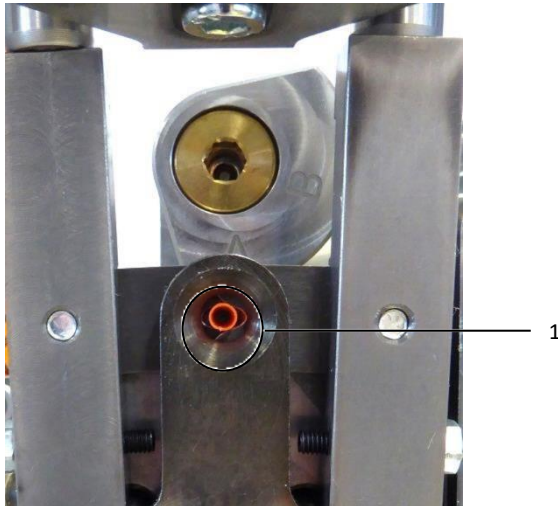

Bild 35: Hylsan och trådfixeringen är kant i kant
- Korrigera hylshållarens position tills hylsan i fixertången är jäms med trådfixeringen (bild 35, pos. 1).